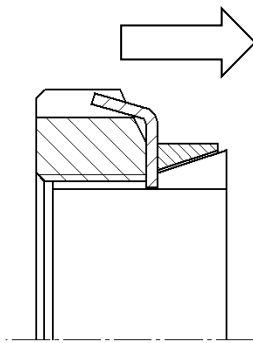

Bild 5) Lösen des Sicherungsbleches
- Arretierende Lasche des Sicherungsbleches aufbiegen. (siehe Bild 5)